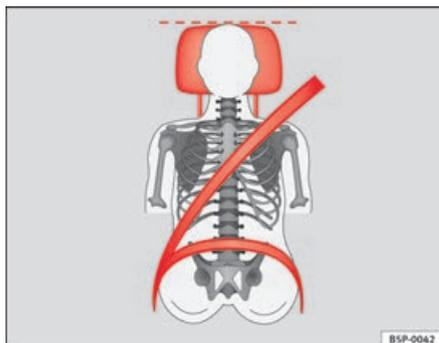

Fig. 13 Cintura di sicurezza e poggiatesta (visti da davanti) posizionati correttamente
- Il nastro diagonale della cintura deve passare all'incirca al centro della spalla. La cintura di sicurezza deve aderire bene alla parte superiore del corpo ⇒ fig. 13.